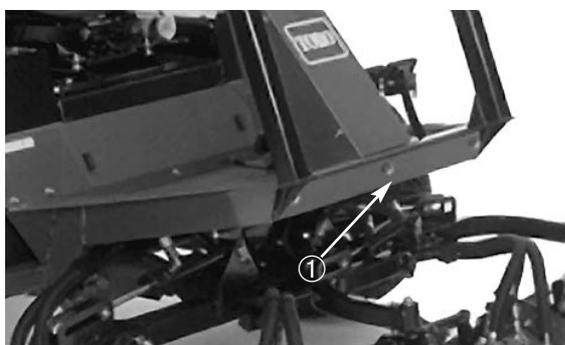

Bild 19
2. Befestigen Sie eine geeignete Kette, ein Seil oder Kabel mitten am vorderen Rahmenteil (Bild 19).